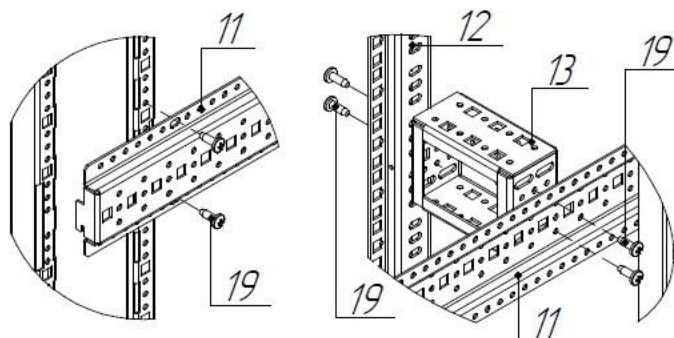

Рисунок 4-2. Установка монтажных элементов
1. Устанавливаем **Профили горизонтальные (11)** на **Рамы** (Рисунок 4-2), используя для крепления **Саморезы 5,5×13 (19)**, по 4 шт. на профиль.
2. **Профили вертикальные 19"** (12) устанавливаются на **Профили горизонтальные** на необходимое расстояние друг от друга. Их крепление осуществляется с помощью **Саморезов 5,5×13 (19)**.
3. Для шкафов шириной 800 мм, следует установить **Крепления 19"** **монтажных профилей (13)** на **Профили горизонтальные**, а уже на данные крепления установить **Профили вертикальные 19"** (Рисунок 4-2). Установка **Креплений 19"** **монтажных профилей** осуществляется с помощью **Саморезов 5,5×13 (19)**.